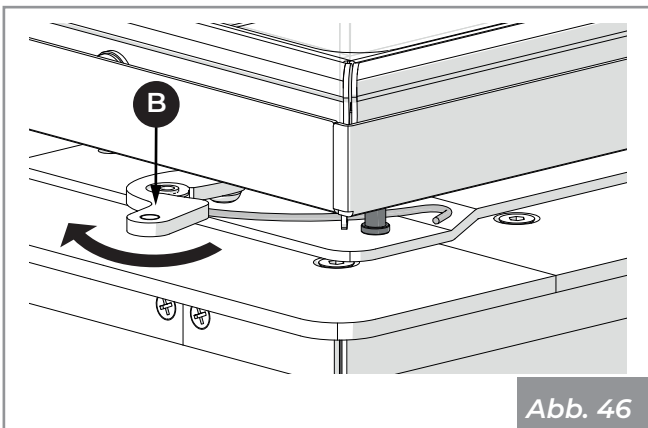

Abb. 46
- 5) Den Hebel (B) mit der Hand drücken und wieder in die Verriegelungsposition (Abb. 46) bringen.